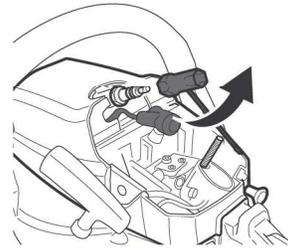

Fig. 59
- > Afloje y retire la bujía (Fig. 59) usando la llave combinada (32).